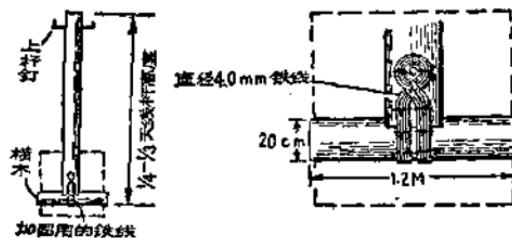

图 7 附杆裝置圖
1. 准备一根附杆。附杆的长度以四分之一到三分之一的天线杆高度为宜。附杆根部須装一个1.2米长、直径20厘米粗的横木，接合部用直径4.0毫米铁线加固。（見图7）